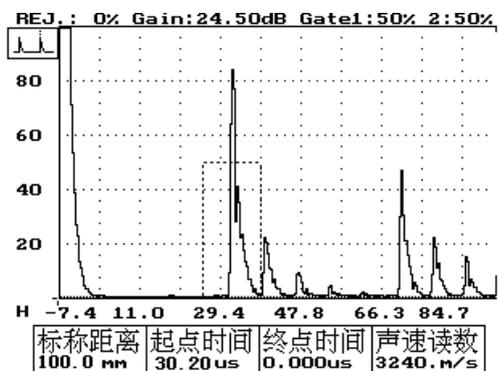

图 18-9
- 9、 按闸门键及方向键——调节前闸门的宽度及高度，并移动前闸门套住第一次底面反射波（用纵波探头进行测试）或半径为 50mm 圆弧的反射波（用横波探头进行测试）。如图 18-9 所示（以纵波探头测试为例）。